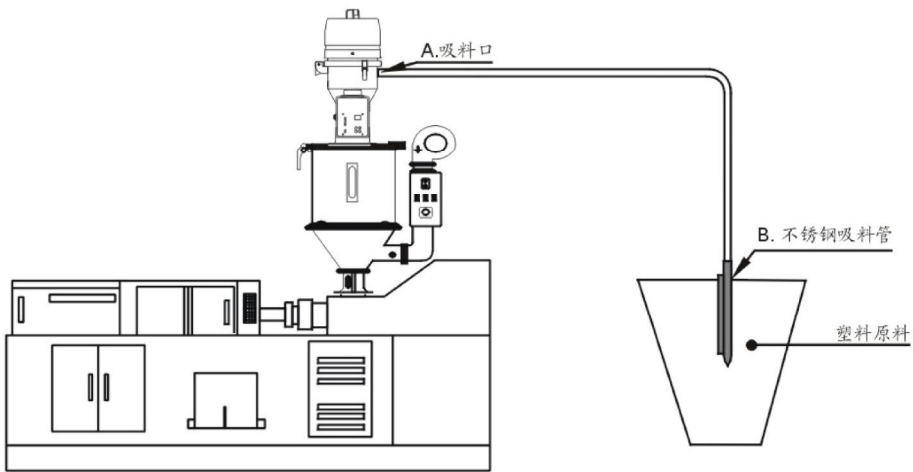

图 5-1: SAL-330/360 安装示意图
将整台吸料机安装在料斗干燥机上(如图 5-1 示)，锁紧安装底座上的 4 个固定孔，并将输料管一端连接于吸料口处 (A)，另一端连接上吸料白铁管(B) 后插入储料桶内。